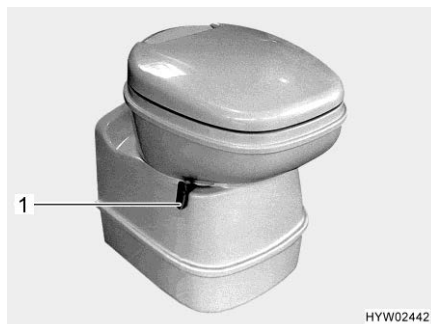
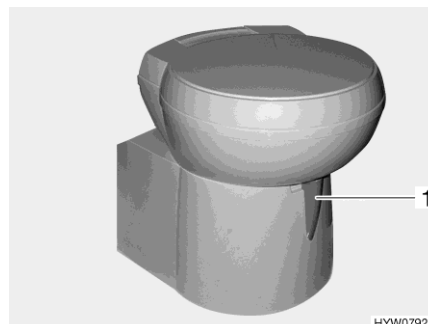

Fig. 272 Taza del inodoro Thetford, basculable
Fig. 273 Taza del inodoro Thetford, basculable (alternativa)
- Antes del lavado, abrir la corredera del inodoro Thetford. Para ello, empujar la palanca de corredera (Fig. 272,1 ó Fig. 273,1) en sentido contrario a las agujas del reloj.